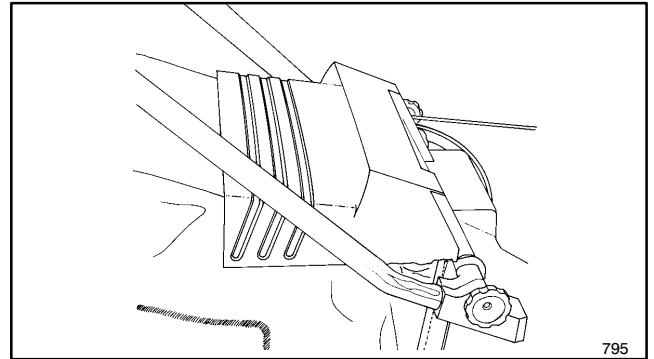

Figure 6
2. Laisser le volet d'éjection reposer sur le dessus du sac (fig. 6).